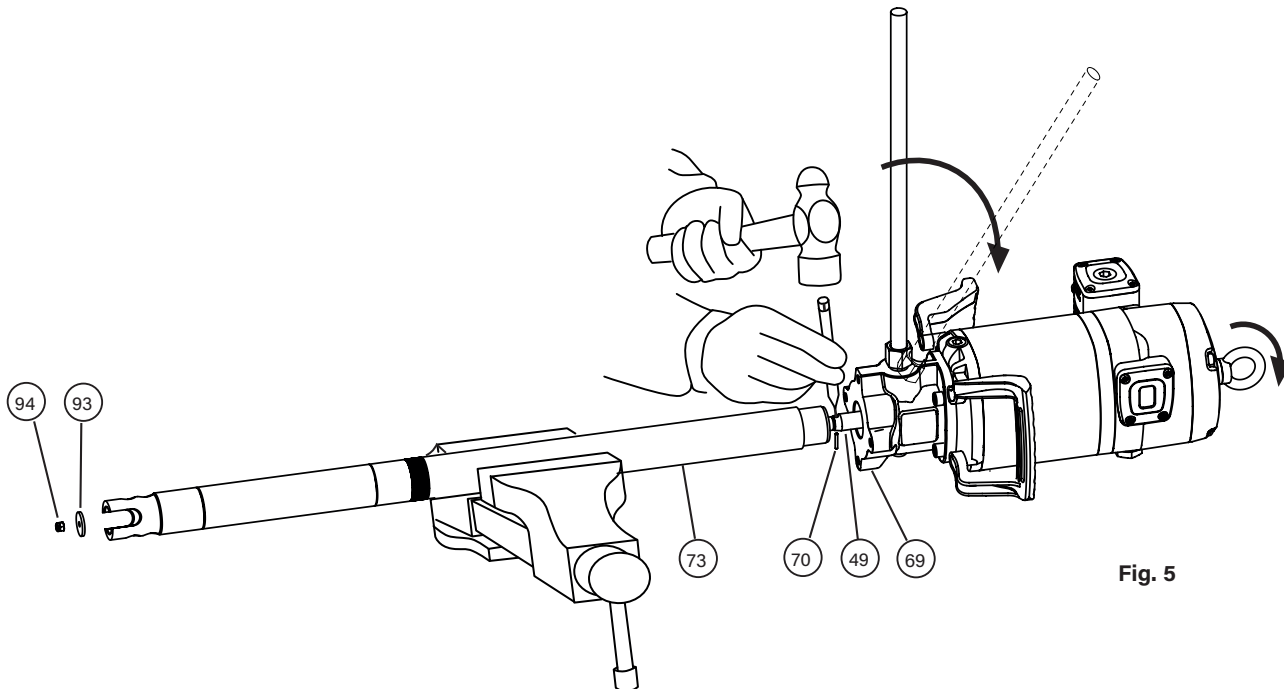

Fig. 5
1. Fix the pump in a vise in horizontal position (fig. 5). Gently tap the upper tube with a hammer (73) close to the body (69) in order to break the thread locker.
2. Unscrew the nut (94) and remove the primer (93).
4. Once unscrewed, pull the motor away until the elastic pin (70) in the rod (49) becomes visible. With a hammer and a suitable pin punch, eject the pin (70). The motor becomes loose.
1. Fije la bomba en posición horizontal en una mordaza (fig. 5). Dé unos golpes con un martillo en el tubo superior (73), cerca de la unión con el cuerpo (69) para romper el sellador de rosca.
2. Desenrosque la tuerca de cebador (94) y desmonte éste (93).
4. Una vez desenroscado, tire del motor hasta ver el pasador (70) del vástago (49). Con un martillo y un botador, sacar el pasador (70). El motor queda suelto.